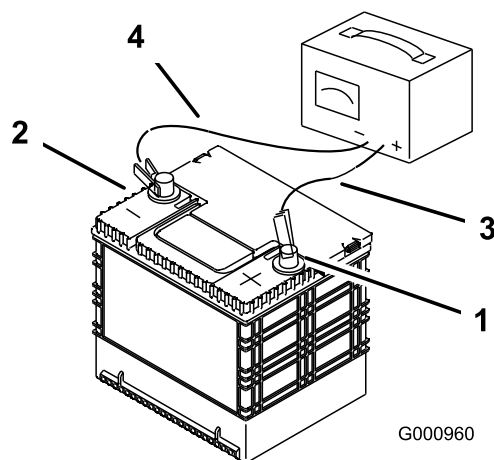

Figure 63
- Quand la batterie est chargée au maximum, débranchez le chargeur de la prise, puis débranchez les fils du chargeur des bornes de la batterie (Figure 63).